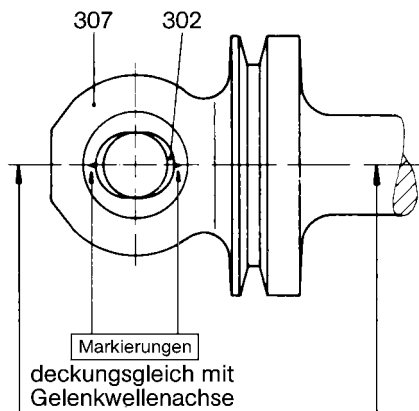

Bild 6: Einpressen der Gelenkbuchse
ACHTUNG Alle Spannschrauben sind solange anzuziehen, bis die vorderen Flächen von Außen- und Innenring fluchten und das Schraubenanzugsmoment stark ansteigt (siehe Funktionszustand in Bild 6).
- Buchsen für Gelenkbolzen (303) in den Rotor (401) und in die Steckwelle (125) mit Messingdorn halb eintreiben.
- Gelenkbuchse (302) so in die Gelenkwelle (307) einpressen, daß sich die Längsachse der ovalen Bohrung (durch 2 Kerben gekennzeichnet) mit der Längsachse der Gelenkwelle deckt, und die Gelenkbuchse beidseitig gleichmäßig aus der Gelenkwelle ragt (entfällt bei Baugröße 51, 101) (siehe Bild 6).